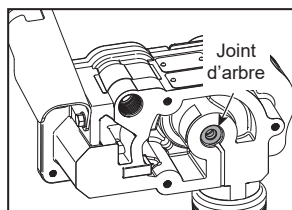

Figure 11
4. Retirer le joint de l'arbre du moteur en l'extrayant avec un petit tournevis (voir Figure 11).